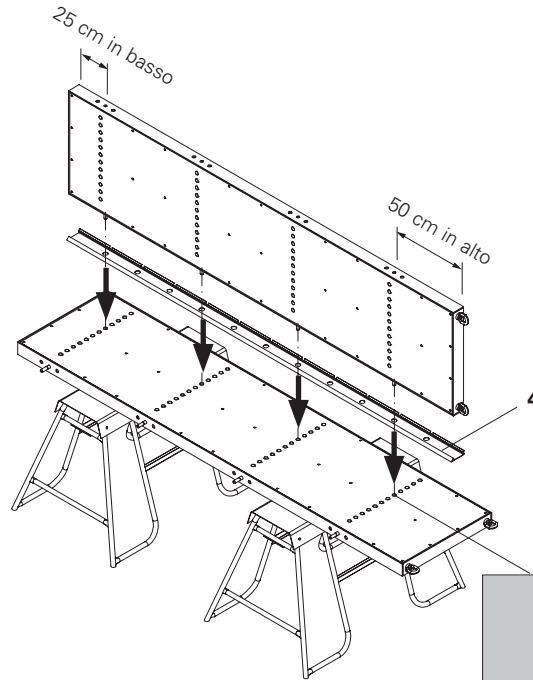

Fig. C1.01
1. Inserire il profilo a smusso triangolare LICO (4) sul lato frontale.
2. Mettere il telaio per pilastri sopra il primo telaio. (Fig. C1.01)